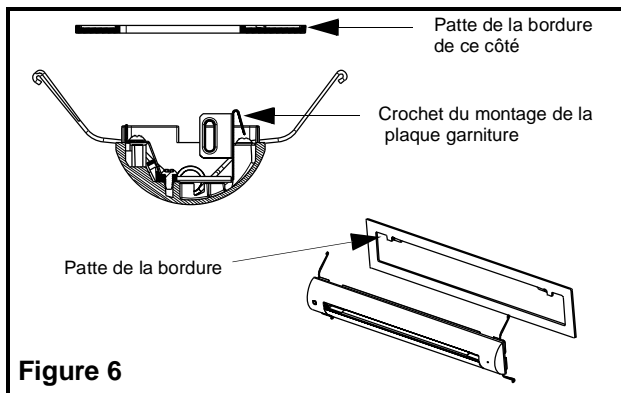

Figure 6
- c. Installation encastrée (Figure 6). Fixez la bordure plate à la plaque garniture. Orientez la bordure et l'enclencher en place avec les deux pattes qui se trouvent derrière les crochets des supports latéraux.